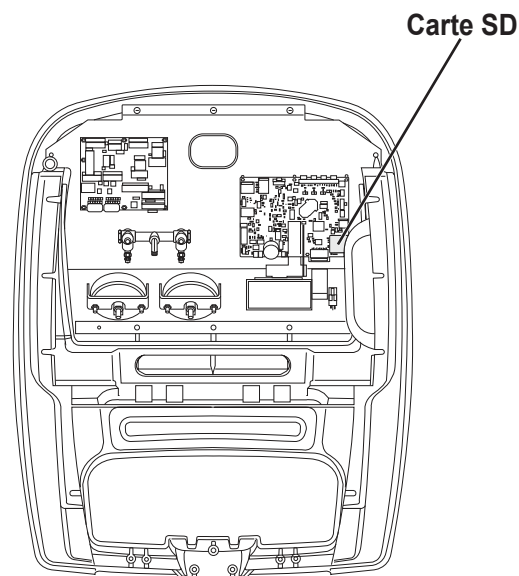

Figure 8
2. Retirez les vis de fixation du panneau supérieur et faites pivoter le panneau supérieur autour de sa charnière pour accéder à la fente pour carte SD sur le panneau de commande. Reportez-vous à la Figure 8.